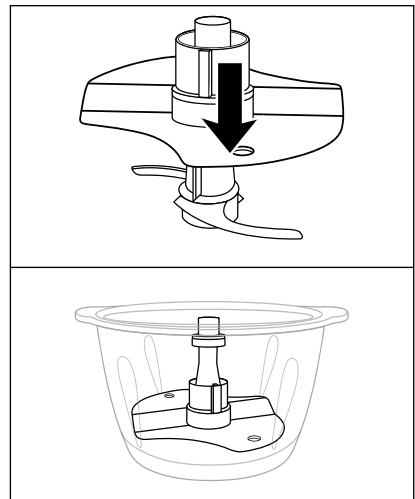

Fig. 1
- Para montar de 200 a 400 ml de nata, coloque el disco emulsionador **12** sobre el portacuchillas **7** de forma que el disco emulsionador **12** quede sobre las dos partes de la cuchilla **8** y encastre (fig. 1):